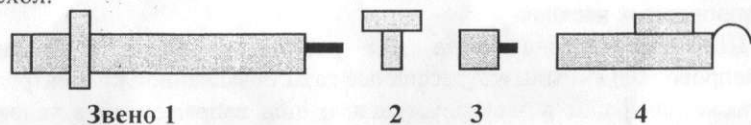

Рисунок 1
2.1 ШЭУ состоит (см. рисунок 1 на с. 4) из звена 1 (штанга электроизолирующая на 10 кВ), насадки (2), чехла. Штанга электроизолирующая состоит из рукоятки, ограничительного кольца, изолирующей части и рабочего органа.